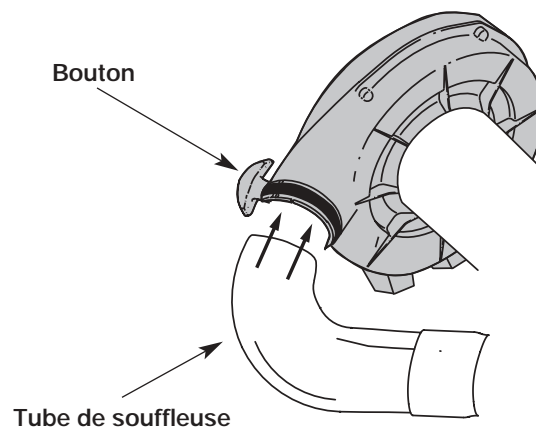

Fig. 4
3. Installez le tube de soufflage et vissez le bouton. (Fig. 4)